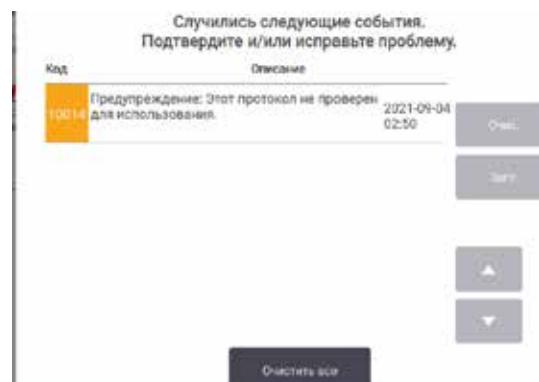

Рис. 64
12. На экране появится окно, предупреждающее о необходимых или рекомендованных действиях перед началом использования протокола (→ Рис. 64). В этом окне всегда будет содержать предупреждение о том, что протокол не валидирован для использования. По умолчанию новый созданный протокол не является действительным. Ваша лаборатория должна валидировать его для применения в клинической практике. После валидации пользователь с правами руководителя может перейти на экран **Edit Protocol** (Изменить протокол) и нажать кнопку **Validate protocol** (Валидировать протокол). После этого протокол будет доступен операторам (при условии, что все остальные ошибки, перечисленные в окне, были устранены).
7. На экране появится окно (→ Рис. 64), предупреждающее о необходимых или рекомендованных действиях перед началом использования протокола. В этом окне всегда будет содержать предупреждение о том, что протокол не валиден для использования. По умолчанию новый созданный протокол не является действительным. Ваша лаборатория должна валидировать его для применения в клинической практике. После валидации пользователь с правами руководителя может перейти на экран **Edit protocol** (Изменить протокол) и нажать кнопку **Validate protocol** (Валидировать протокол). После этого протокол будет доступен операторам (при условии, что все остальные ошибки, перечисленные в окне, были устранены).